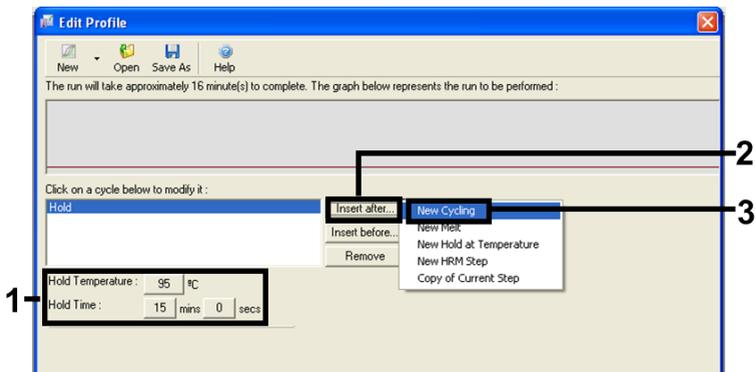

Figura 5. Fase di incubazione iniziale a 95°C.
7. Impostare il valore nel campo Hold Temperature (Temperatura di sospensione) su 95°C e Hold Time (Durata sospensione) su 15 mins 0 secs (15 minuti e 0 secondi). Fare clic su Insert After (Inserisci dopo), quindi selezionare New Cycling (Nuovo ciclaggio) (Figura 5).